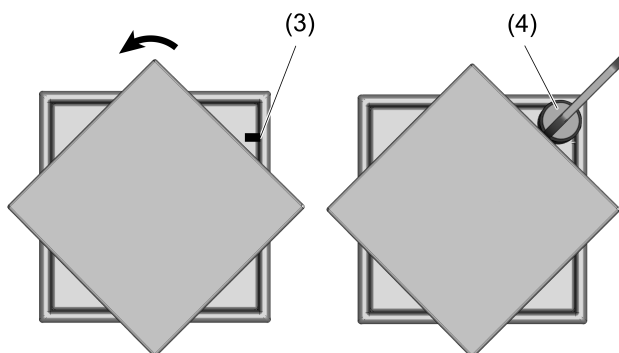

Figura 2: Smontare l'apparecchio di illuminazione
- Ruotare l'apparecchio di illuminazione di 45° per esporre la marcatura (3) (Figura 2).
- Posizionare il magnete (4) sulla copertura a livello della marcatura (3) fino a quando non si sente uno scatto.